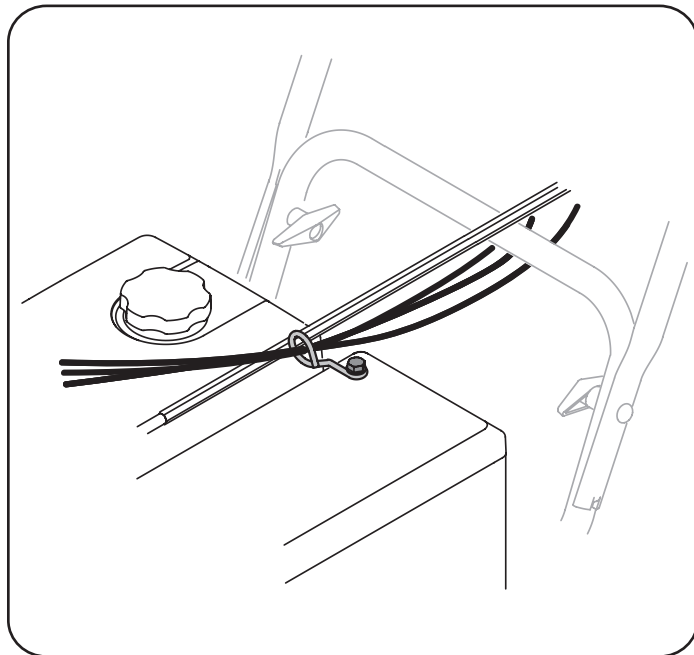

Figura 10
15. Controle que todos los cables estén adecuadamente colocados a través de la guía de cables de la parte superior del motor. Vea la Figura 10.